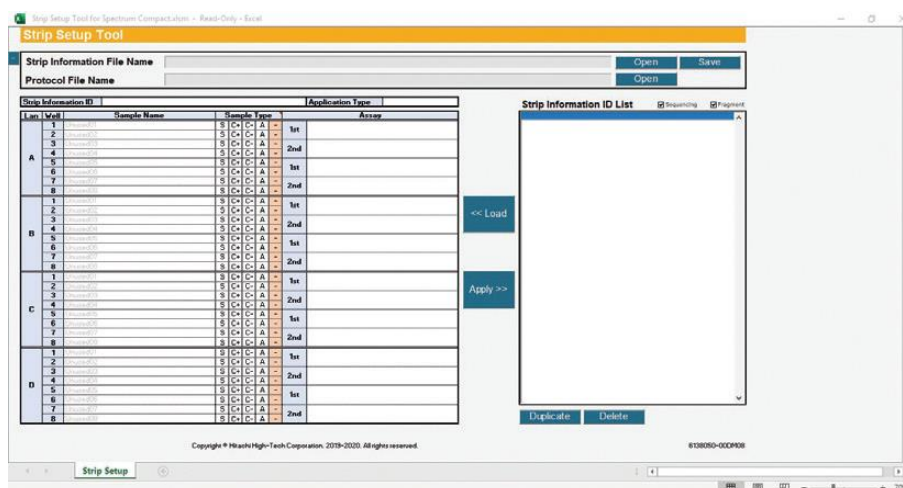

図 207 Strip Setup Tool for Spectrum Compact 画面
1. Protocol File Name ボックスの右側にある **Open** を選択すると、ブラウジングのウィンドウが表示されます。（図 207）